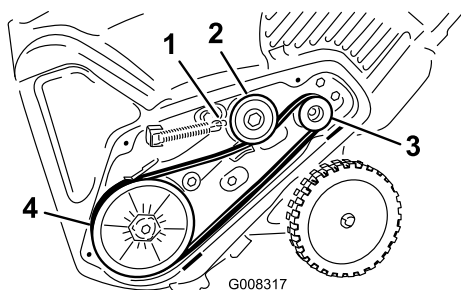

Figure 37
5. Montez et acheminez la nouvelle courroie comme indiqué à la (Figure 37).
8. Raccrochez le ressort de frein au bras de la poulie de tension (Figure 37).